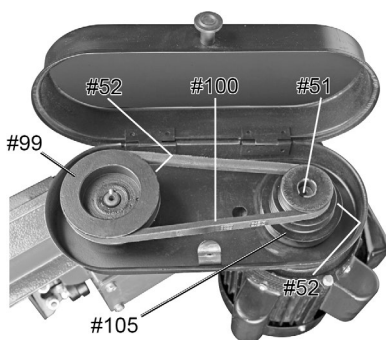

Fig. 7
2. Placez la courroie en V (n° 100) autour des rainures supérieures dans la poulie de broche (n° 99) et la poulie du moteur (n° 105 [fig. 7]).
- b. Placez la courroie en V autour des rainures désirées dans la poulie de broche (n° 99) et la poulie du moteur (n° 105 [fig. 7]).